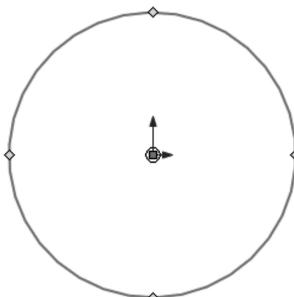

图 2-56 圆图形
- [5] 移动指针并单击以设定半径，圆图形如图 2-56 所示。设置圆属性，如图 2-57 所示。